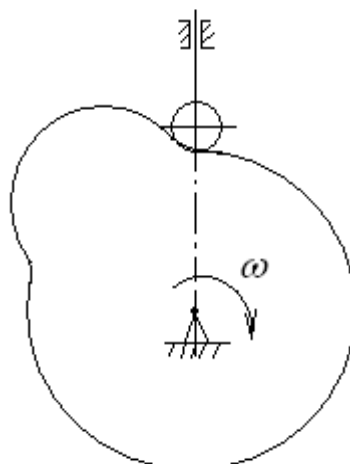

Рис. 4
**Тема 3. Кинематический анализ и синтез кулачковых механизмов.** Методом обращения движения спроектировать профиль дискового (плоского) кулачка кулачкового механизма с поступательно движущимся толкателем (штангой) с роликом и силовым замыканием (рис. 4). В рамках выполнения задания рассчитать радиус начальной окружности кулачка, радиус ролика, построить теоретический и практический профили кулачка. Закон изменения аналога скорости толкателя – синусоидальный. Числовые значения для выполнения задания выбирать по табл. 1.